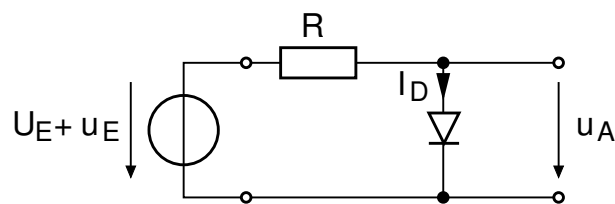

Abb. 2.1: Abstimmbares Dämpfungsglied
Gegeben ist die Schaltung in Abbildung 2.1, die einen variablen Kleinsignalspannungsteiler darstellt. Die Diode befindet sich im Flussbereich. Die Dämpfung des Kleinsignals u_E kann über die Gleichspannung der Quelle U_E eingestellt werden. Die Diode besitzt einen abrupten pn-Übergang.
2.1 Zeichnen Sie das Kleinsignalersatzschaltbild zur Schaltung in Abbildung 2.1 und geben Sie deren physikalische Bedeutung an!